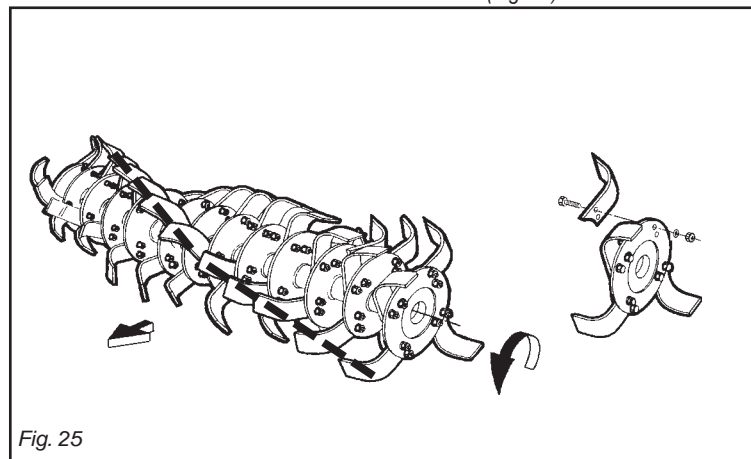

Fig. 25
Controllare giornalmente la loro usura o integrità. Qualora durante il lavoro dovessero per cause accidentali piegarsi (o rompersi) è necessario sostituirle immediatamente avendo l'accortezza di rimontare la nuova zappetta nella identica posizione di quella da sostituire (Fig. 25). Se fosse necessario sostituire più zappe, è consigliabile effettuare le operazioni di smontaggio e montaggio, sempre una zappetta alla volta, per evitare così errori di posizione.
**I bulloni che fissano le zappe devono avere la testa dalla parte delle zappe e il dado con relativa rondella dalla parte della flangia (Fig. 25).**
Se si devono sostituire le zappe, fare attenzione che le nuove assumano la posizione di quelle smontate (Fig. 25).
Remember to mount the new hoe blade in exactly the same position as the old one (Fig. 25).
**The heads of the bolts fixing the hoe blades in place must be on the side of the hoe blades themselves, while the nut with relative washer must be on the flange side (Fig. 25).**
If the hoe blades must be changed, remember to set the new blades in the same positions as the demounted ones (Fig. 25).
Contrôlez tous les jours leur usure et intégrité. Lorsqu'ils se plient (ou se cassent) pendant le travail il faut les remplacer aussitôt. Le nouveau coupeau devra être monté exactement dans la position de celui à remplacer (Fig. 25).
**Les boulons de fixation des coupeaux doivent avoir la tête côté coupeau et l'écrou avec la rondelle côté flasque (Fig. 25).**
En cas de remplacement des coupeaux, veillez surtout à ce que les nouveaux coupeaux occupent les positions de ceux démontés (Fig. 25).
Sie sind täglich auf ihre Unversehrtheit und ihren Verschleißzustand zu prüfen. Sollten sie bei der Arbeit verbiegen oder zu Bruch gehen, müssen sie sofort ersetzt werden. Dabei ist zu beachten, daß man das neue Hackmesser an der gleichen Stelle montiert, an der sich das beschädigte befand (Abb. 25).
**Die Schrauben, mit denen man die Hackmesser befestigt, müssen den Kopf auf der Seite des Hackmessers und die Mutter mit der Unterlegscheibe auf der Flanschseite haben (Abb. 25).**
Wenn man die Hackmesser ersetzen muß, darauf achten, daß die neuen in der Position der ersetzten am Hackstern angebracht werden (Abb. 25).
Controlar todos los días su buen estado y eventual desgaste. Si durante el trabajo por eventuales accidentes se doblan o rompen es necesario sustituir las inmediatamente prestando atención de montar la nueva azadilla en la idéntica posición de la precedente (Fig. 25).
**Los bulones que fijan las azadillas deben tener la cabeza de la parte de las azadillas y la tuerca con la relativa arandela de la parte de la brida (Fig. 25).**
Cuando sustituyamos azadillas respetar la posición de las azadillas desmontadas (Fig. 25).